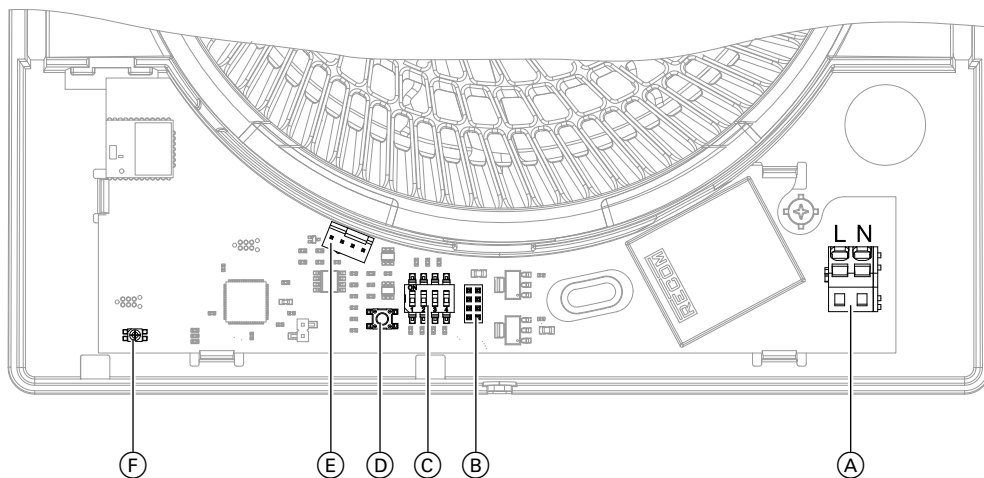

Abb. 43 Leiterplatte in der Innenwandblende
2. Position Anschlussbuchse: Siehe Abb. 43 auf Seite 37.